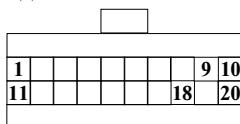

Рис. 3
**Внимание!** Если на автомобиле не установлен иммобилайзер АПС-4, то необходимо ввести перемычку между контактами “9” и “18” в разъеме для подключения блока иммобилайзера, расположенного под панелью приборов рядом с контроллером впрыска. Внешний вид разъема приведен на рис. 3.